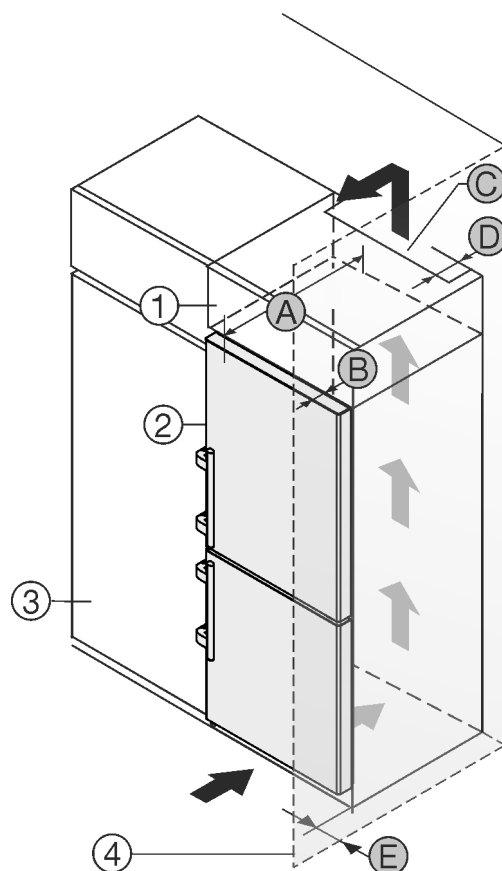

Fig. 25
Устройство может быть окружено кухонными шкафами. Чтобы уравнивать устройство *Fig. 25 (2)* по высоте с кухонной стенкой, можно установить над устройством дополнительный шкафчик *Fig. 25 (1)*.
Установить устройство можно непосредственно рядом с кухонным шкафом *Fig. 25 (3)*. Чтобы можно было полностью открыть двери, устройство должно выступать на глубину *Fig. 25 (B)* относительно передней стенки кухонного шкафа. В зависимости от глубины кухонных шкафов и использования пристенных распорок устройство может выступать и больше.
- На задней стенке дополнительного шкафчика должен быть вентиляционный канал с глубиной *Fig. 25 (D)* по всей ширине этого шкафа.
- Нужно соблюдать вентиляционное отверстие *Fig. 25 (C)* под нижней панелью.
Если устройство установлено на шарнирах у стены *Fig. 25 (4)*, то нужно соблюдать расстояние *Fig. 25 (E)* между устройством и стеной. Настолько выступает ручка при открытой дверце.